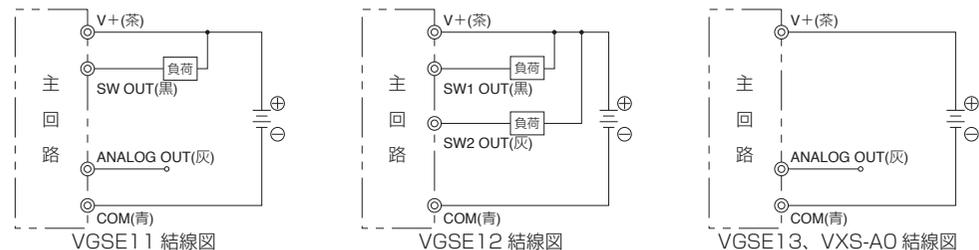

図1 圧力センサ接続方法
- (1) 配線は、必ず電源を切って行ってください。
- (2) 配線時には、必ずリード線の色、端子出力の確認を行ってください。
- (3) 結線は、図1の接続方法を参照してください。
- (4) 引出しケーブルに強い引張力や、極端な曲げを与えないでください。
- (5) 接続コネクタ部よりケーブルの脱着が可能です。ケーブル離脱の際には、コネクタ部を持ち、ストッパを押しながらケーブルを引抜いてください。なお、着脱時には、センサ基盤に負荷が掛かりますので、ケーブルの着脱は必要最低限に留めていただくことをお勧めいたします。